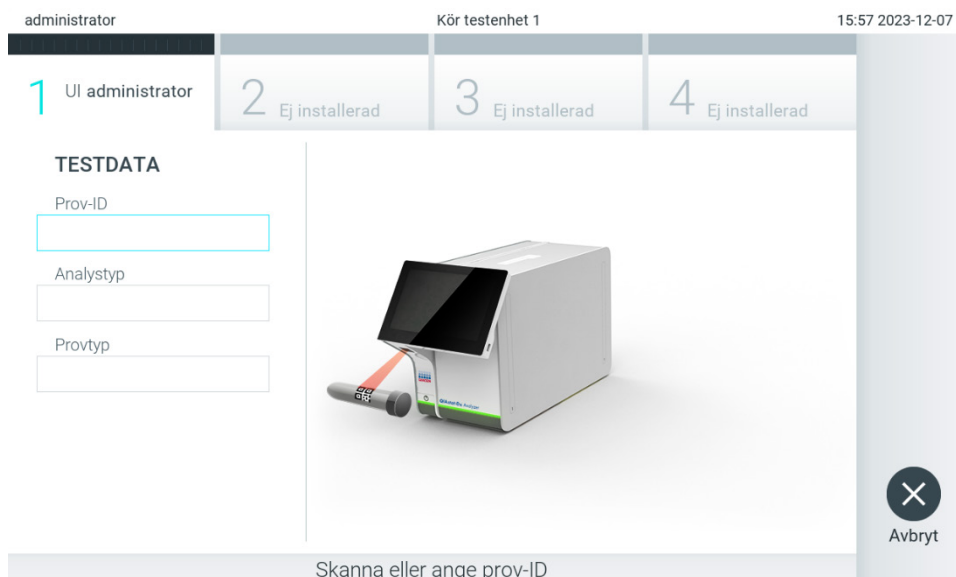

Bild 85. Skanna streckkoden med prov-ID.
2. Skanna provets ID-streckkod med hjälp av streckodsläsaren som är integrerad i driftsenheten när du uppmanas till det (bild 85).